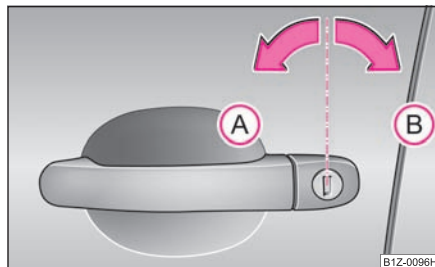

Fig. 37 Rotirea cheii pentru descuiere și încuiere
- Rotiți cheia în încuietorea ușii conducătorului auto în poziție de descuiere (A) ⇒ fig. 37 spre stânga.
- Rotiți cheia în încuietorea ușii conducătorului auto în poziție de încuiere (B) spre dreapta ⇒ fig. 37.